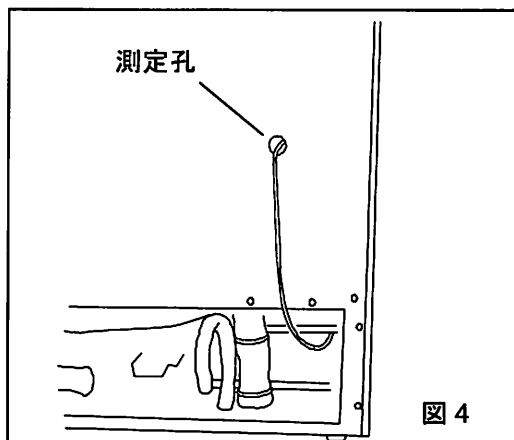

図4
6. 自記温度記録計感温部を測定孔より庫内に通してください。(図4)